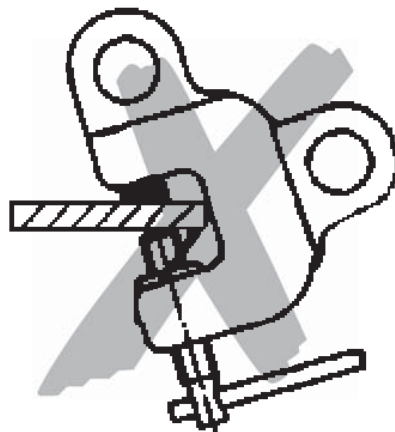

Fig. 4
- Das Lastaufnahmemittel darf nicht verkantet zum Hebegut angesetzt werden (Fig. 4).